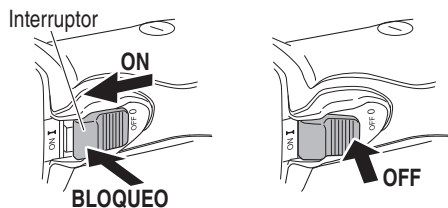

Fig. 9
2. Encienda la amoladora (Fig. 9) Mientras sostiene la amoladora firmemente, con un dedo deslice el interruptor a la posición "ON" para encender la herramienta. Al soltar el interruptor, la herramienta se apagará. Para una operación continua, deslice el interruptor a la posición "ON" y presionelo hacia abajo en la posición "ON" del interruptor para bloquearlo en su lugar. Apague la amoladora (Fig. 9) Presione en la posición "OFF" del interruptor para liberar el bloqueo y apagar la amoladora.